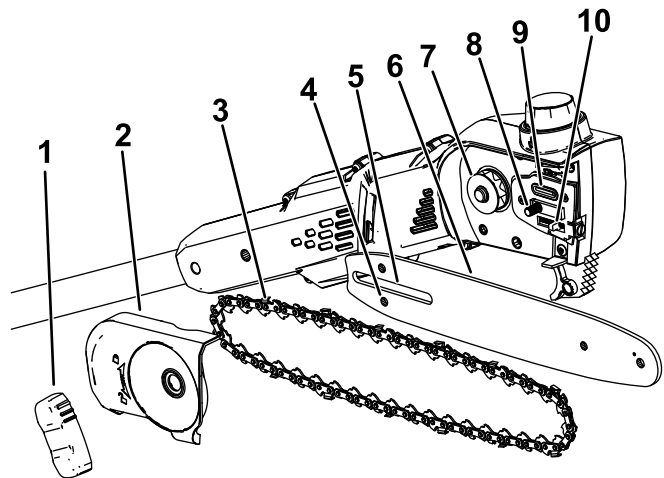

Figura 19
2. Remova a tampa lateral; rode o botão da tampa da barra no sentido contrário ao dos ponteiros do relógio até que o botão seja removido e depois remova a tampa lateral (Figura 19).
7. Verifique a saída de óleo (Figura 19) em relação a detritos e limpe a área, se necessário.
Importante: Certifique-se de que o perno de ajuste da corrente é inserido na ranhura do perno de ajuste da corrente na barra guia (Figura 19). Pode ser necessário rodar o parafuso tensor de corrente para encaixar o perno na ranhura da barra guia.